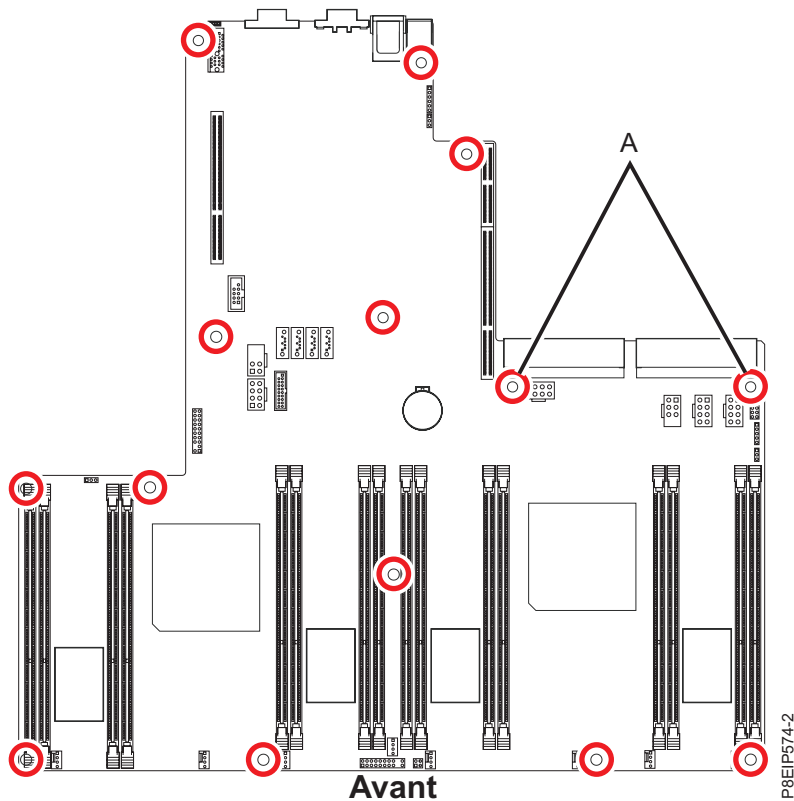

Figure 58. Emplacements des vis. Les deux vis situées à l'emplacement (A) sont noires et légèrement plus longues.
13. Alignez et vissez les 14 vis dans le fond de panier système. Les emplacements des vis sont illustrés dans la figure 58, à la page 54.